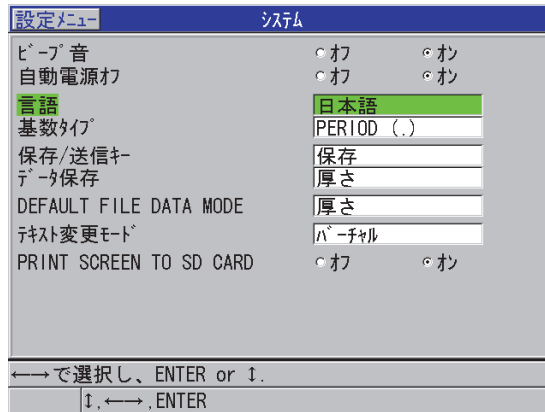

図 4-1 ユーザーインターフェイス言語の選択
3. システム画面で、以下の操作を行います（58 ページの図 4-1）。